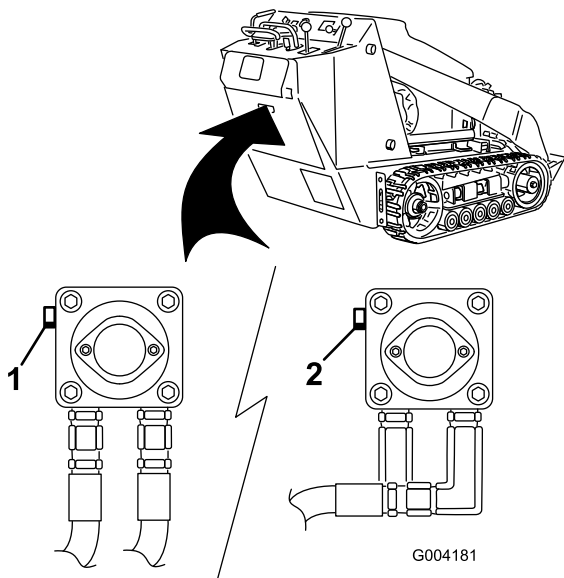

Figura 18
3. Folosind o cheie, rotiți supapele de remorcare de pe pompele hidraulice de două ori în sens invers acelor de ceasornic (Figura 18).